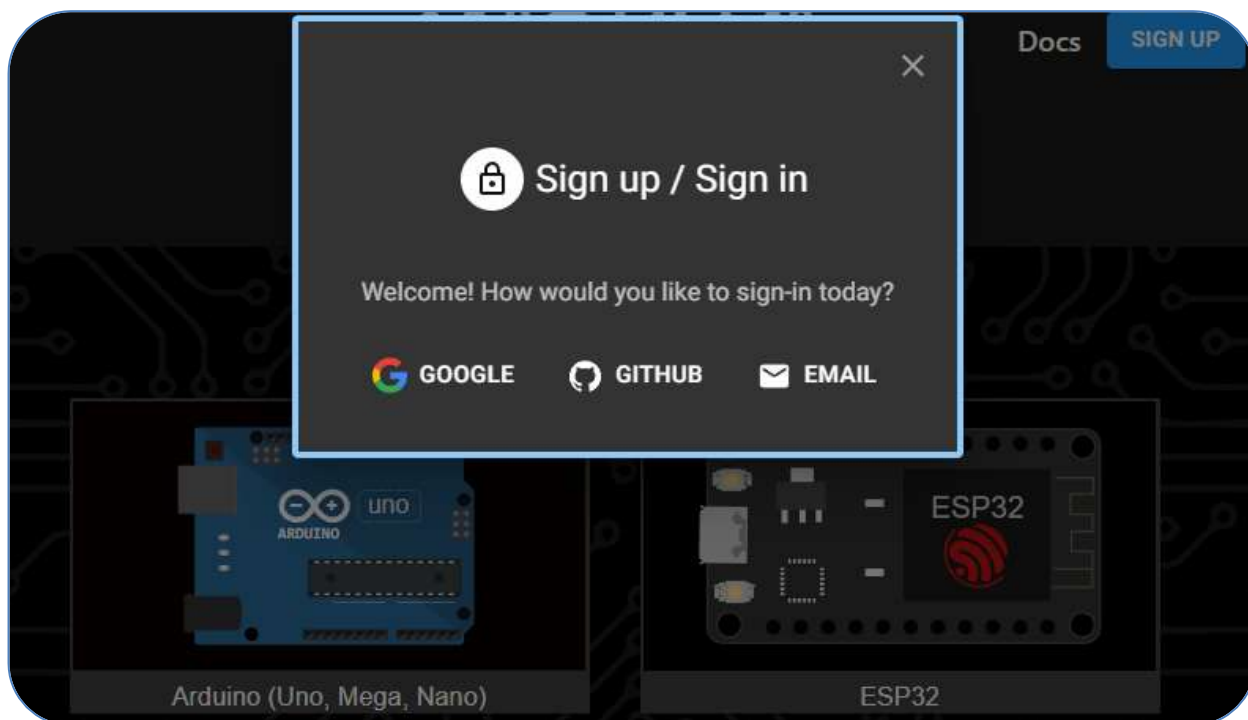

Рис. 1.1. Вікно входу/реєстрації користувача
- а. Перейдіть на сайт Wokwi (URL: <https://wokwi.com/>) та зареєструйте власний обліковий запис одним із наведених способів (рис. 1.1).